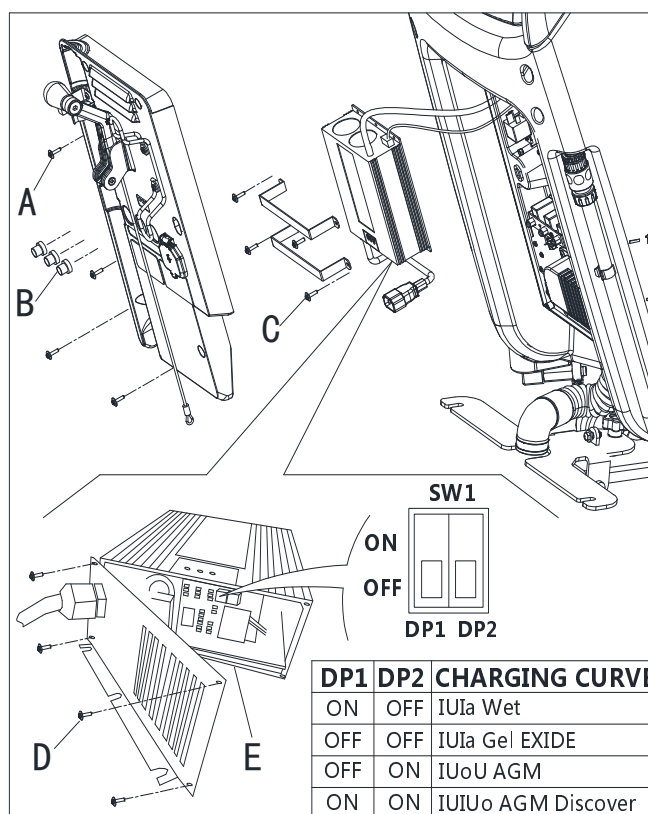

Рисунок 4.1
7. Удалите винты (А, В, С, D, рис. 4.1).
8. Откройте зарядное устройство и найдите sw1 (Е, рис. 4.1).
9. Установите переключатели как в таблице (рис. 4.1).
10. После завершения установки установите винты (А, В, С, D, рис. 4.1).